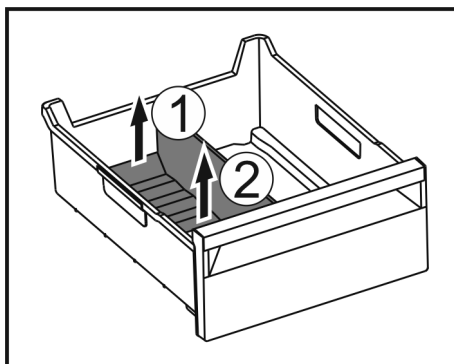

Fig. 157
- Zdvihnute zadnú časť oddelovača zásuvky na ľad. Fig. 157 (1)
- Odoberte oddelovač zásuvky na ľad nahor. Fig. 157 (2)